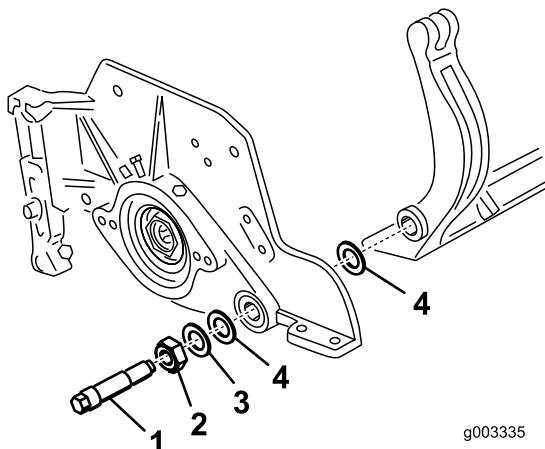

図 31
2. ベッドバー・ボルトとボルトについているナットとワッシャ6枚で、ベッドバーを各サイドプレートに固定する。ナイロンワッシャはサイドプレートの両側のボスに嵌め込む。その外側からスチール製ワッシャを取り付ける図 31。ベッドバーボルトを 240-8,128.00 mm-lb 27-36 N·m = 4.6-1.7 kg·m にトルク締めする。
3. 外側のスチール製ワッシャが手で回せなくなるまで、左右のロックナットを均等に締め付ける。その位置から、スチール製ワッシャが手で回せるようになるが、ベッドバーとのあそびは全く無い状態までロックナットをゆるめる図 31。
シャが回らなくなるまでただし決して締めすぎになつたりサイドプレートが変形したりしていないロックナットを締め付ける。内側のワッシャには遊びがあつてよい図 31。